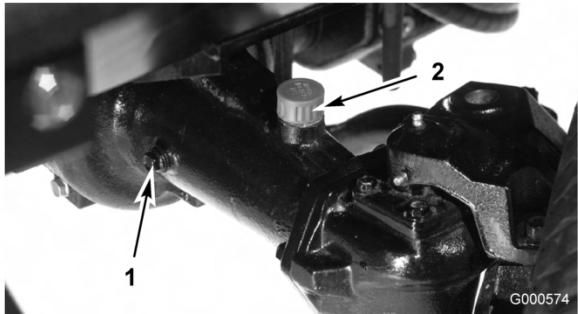

Bild 45
- Entfernen Sie die Prüfschraube aus einem Ende der Achse (Bild 45) und stellen sicher, dass der Schmierstoff die Unterseite des Lochs erreicht. Entfernen Sie bei niedrigem Ölstand die Füllschraube (Bild 45) und füllen genug Öl